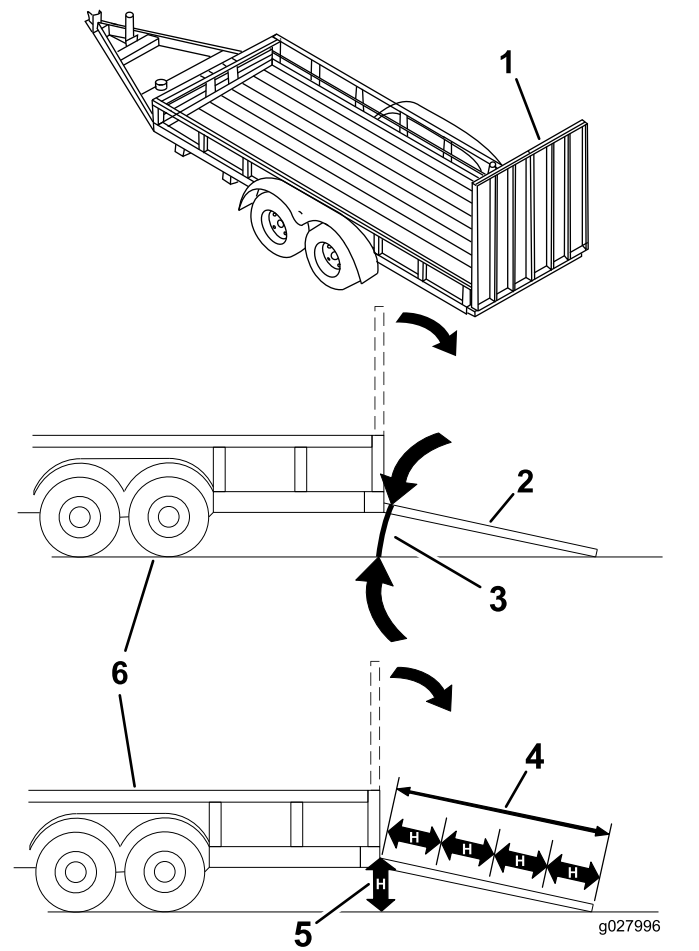

Bild 38
Das Laden einer Maschine auf einen Anhänger oder einen Lastwagen erhöht die Umkipppgefahr und könnte schwere oder tödliche Verletzungen verursachen (**Bild 38**).
3. Senken Sie die Rampe ab und stellen Sie sicher, dass der Winkel zwischen der Rampe und dem Boden höchstens 15 Grad beträgt (Bild 38).
1. Senken Sie die Rampe ab und stellen Sie sicher, dass der Winkel zwischen der Rampe und dem Boden höchstens 15 Grad beträgt (Bild 38).